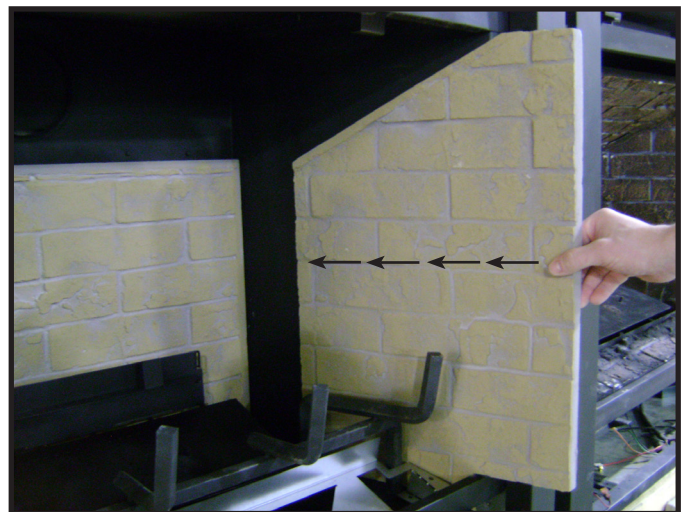

Figure 4
4. Glissez le panneau réfractaire droit en entier dans la boîte à feu, jusqu'à ce qu'il repose contre le panneau réfractaire arrière. Veillez à ce que le panneau réfractaire droit soit entièrement en contact avec la paroi droite de la boîte à feu. Voir la figure 4.